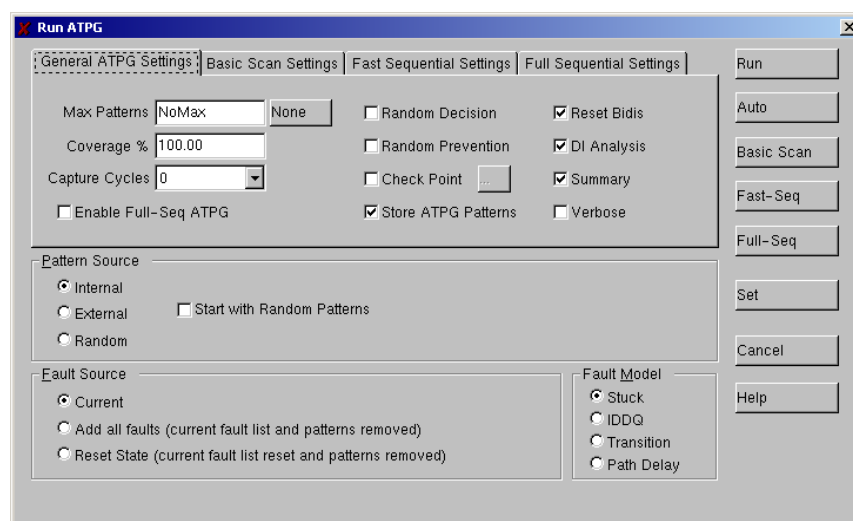

Figure 4 : La génération de vecteur de test
- Génération de vecteur de test : Utiliser le bouton **ATPG** qui ouvrira la fenêtre présentée sur la Figure 4. A partir de l'onglet **General ATPG Setting**, vous pouvez réaliser la majorité des générations de vecteurs de test. Choisissez le mode automatique en cliquant sur le bouton **Auto**. Dans ce cas, l'outil de génération adapte les différentes contraintes afin d'obtenir une séquence de vecteur de test permettant d'atteindre un taux de couverture de faute maximal. Sur la fenêtre principale, vous pouvez relever le taux de couverture et le nombre de vecteur de test nécessaire pour tester votre circuit.